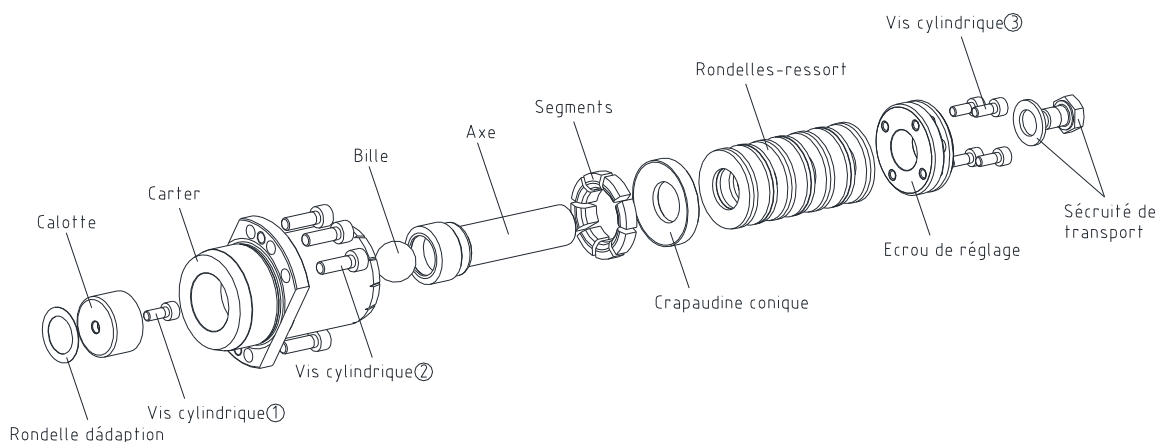

Figure 15 : Composants de l'élément de débrayage
- Desserrez les vis à tête cylindrique ③ de l'écrou de réglage (voir figure 15).